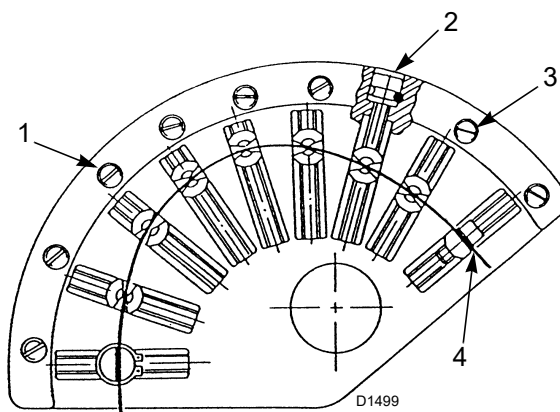

Fig. 29
Il faut changer progressivement le profil initial de la came 1 (Fig. 29) en agissant sur les vis 2 (Fig. 29).
Légende (Fig. 29)
Pour une meilleure répétabilité du réglage, prendre la précaution d'arrêter la rotation du groupe de cames quand le coussinet supérieur qui glisse sur le profil 4)(Fig. 29) se trouve aligné sur l'une des vis de réglage 2).
agir sur les vis de réglage 2)(Fig. 29) après avoir desserré les vis 3).
Une fois le réglage optimal atteint, ne pas oublier de bloquer les vis de réglage des profils des cames au moyen des vis 3)(Fig. 29 à la page 25).
- 80s Le servomoteur tourne vers la gauche jusqu'à l'angle établi sur la came 2) (Fig. 29 à la page 25).